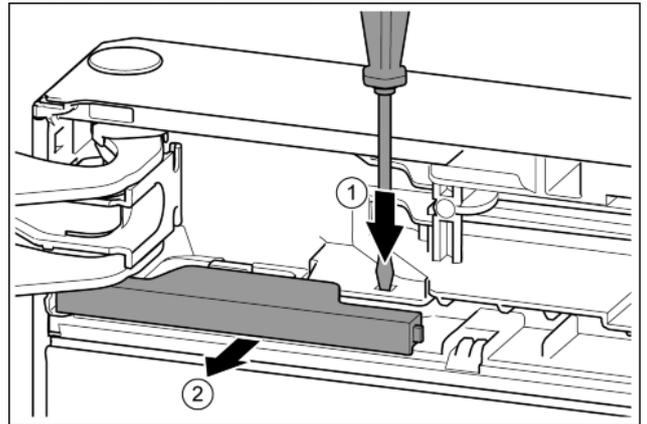

Fig. 9
- ▶ Нажать накладку шлицевой отверткой. Fig. 9 (1)
- ▶ Вынуть крышку из зацепления. Fig. 9 (2)